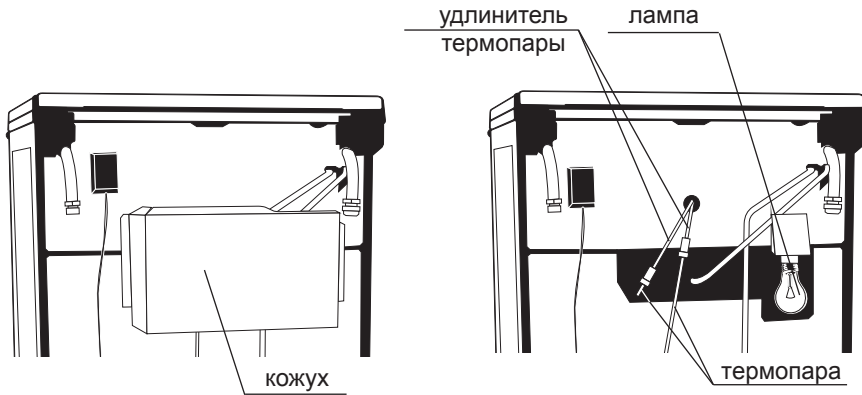

рис. 11
- нет контакта в месте соединения термопары и удлинителя термопары.	- осторожно разобрать соединение термопары с удлинителем и вновь собрать, значительных усилий не требуется, т.к. они могут вывести из строя соединение (соединение находится под кожухом (см. рис.11), имеется не во всех плитках).